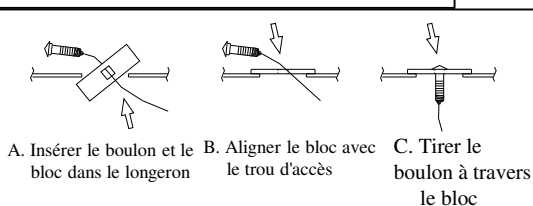

Figure 2 : Procédure de tirage de câble
3. Installer les boulons de carrosserie 7/16 po et les blocs 7/8 po en suivant la procédure inverse du câble de tirage illustrée dans la Figure 2. Laisser les câbles de tirage en place.